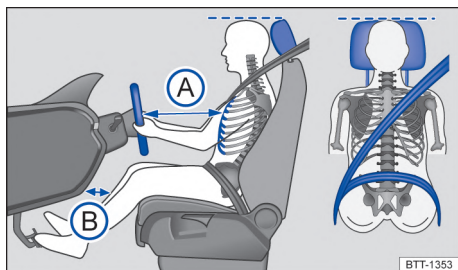

Fig. 23 Distancia correcta del conductor con relación al volante, posición correcta de la banda del cinturón de seguridad y ajuste correcto del apoyacabezas.
- Ajustar el asiento para que la distancia entre el volante y el tórax tenga como mínimo 25 cm → fig. 23 (A) y que el conductor pueda sujetar el volante del borde exterior con las dos manos y los brazos ligeramente doblados.
- Ajustar el asiento del conductor de manera longitudinal para que los pedales se puedan accionar con las piernas ligeramente dobladas y la distancia de la zona de la rodilla con el tablero de instrumentos sea de al menos 10 cm → fig. 23 (B).
- Ajuste el apoyacabezas para que su borde superior se encuentre preferentemente en la misma línea de la parte superior de la cabeza → fig. 23 – pero no por debajo de la altura de los ojos. Posicionar la parte posterior de la cabeza lo más cerca posible del apoyacabezas.